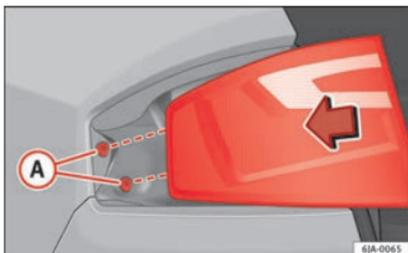

Fig. 102 Monter l'unité des feux arrière.
- Appuyez sur le feu arrière vers l'arrière (sens de circulation du véhicule) en encastrant les fixations dans les douilles en caoutchouc »» fig. 102 A.